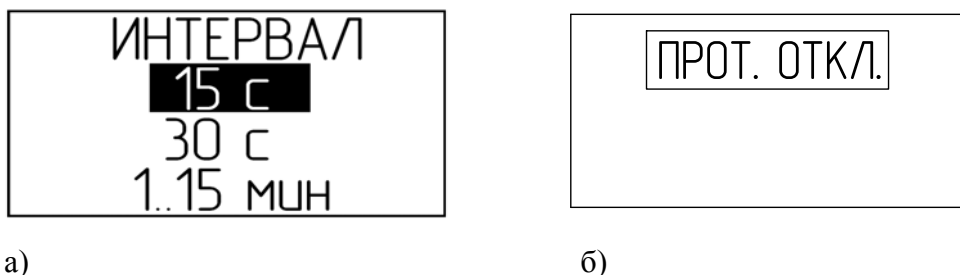

Рисунок 2.11 – Меню выбора интервала записи в архив индикатора
2.3.12.1 Интервал записи в архив выбирается пользователем из следующих возможных значений: 15 с, 30 с или, с точностью до 1 минуты, от 1 до 15 мин (см. рисунок 2.11 (а)).
д) для отключения автоматической записи данных во встроенный архив перейти кнопкой «» к следующему экрану просмотра (см. рисунок 2.11 (б)), выбрать пункт «ПРОТ. ОТКЛ.», подтвердить выбор кнопкой «».